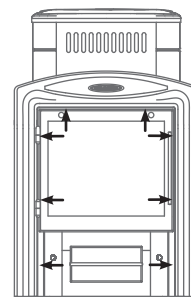

Рисунок 8. Винты крепления дверцы «Витра» к топливному каналу.
1. открутить саморезы 8 шт., которыми прикрепляется дверца с рамкой к топливному каналу и снять ее; (см. рисунок 8)